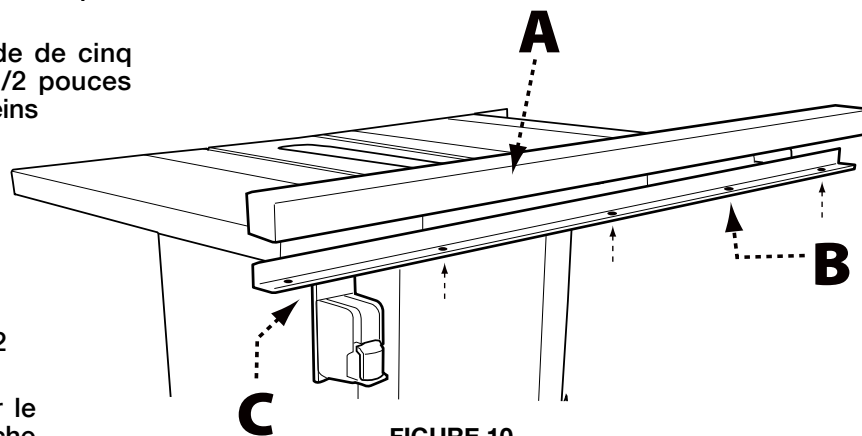

FIGURE 10
1. Reliez les deux moitiés du guide de butée (A et B) en insérant l'extrémité la plus petite dans l'extrémité la plus grande. Voir Figure 10.
2. Fixez le guide de butée au rail avant à l'aide de cinq vis hexagonales à tête ronde de 1/4-20 x 1/2 pouces (514,35 mm x 12,70 mm) et de cinq ressort freins de 1/4 pouces (6,35 mm) à travers les trous (C) sur le côté inférieur du rail avant.
3. Alignez les deux trous du support de la boîte de commande de puissance avec les trous sous le rail avant (D), situé sur le côté gauche de la scie. Fixez la boîte de commande de puissance au rail avant à l'aide de deux vis à tête ronde de 1/4-20 x 1/2 pouces (514,35 mm x 12,70 mm).